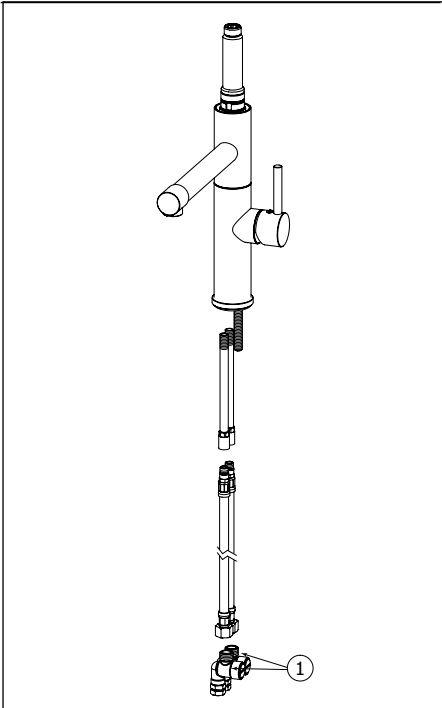

Fig.1
Install filter component (1) on hot and cold house supplies. Fig.1.
Installer les filtres (1) sur les alimentations murales chaude et froide . Fig 1.